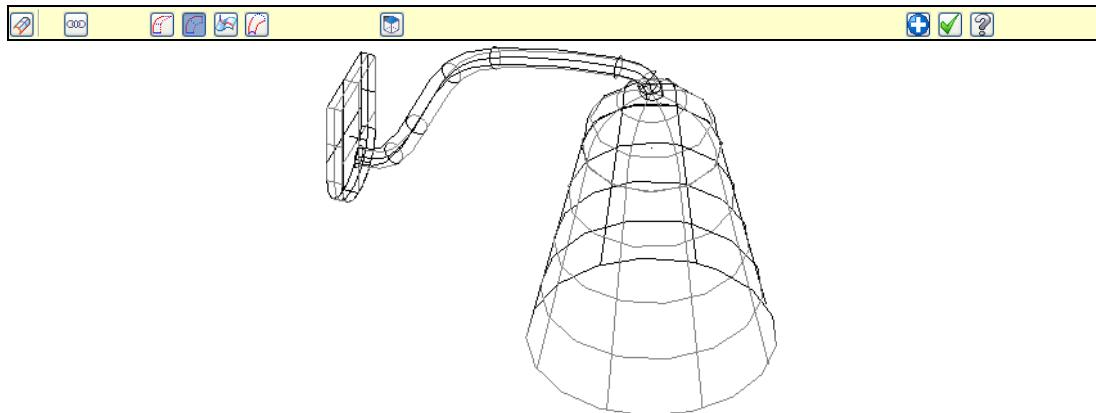

图 6-156 创建扫描曲面
⑫ 创建扫描曲面。单击“曲面”工具栏中的“扫描曲面”按钮，根据系统提示选取扫描截面圆并单击“串连选项”对话框中的“确定”按钮；然后再单击“串连选项”对话框中的“部分串连”按钮选取扫描轨迹并按回车键，操作结果如图 6-156 所示。